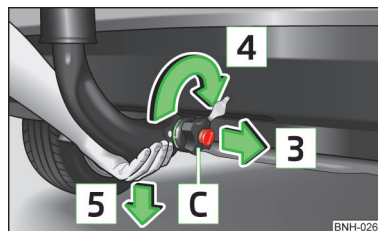

Fig. 107
- Agarrar la barra de cabeza esférica por abajo » fig. 107 y con la otra mano tirar del volante **C** en el sentido de la flecha **3**.